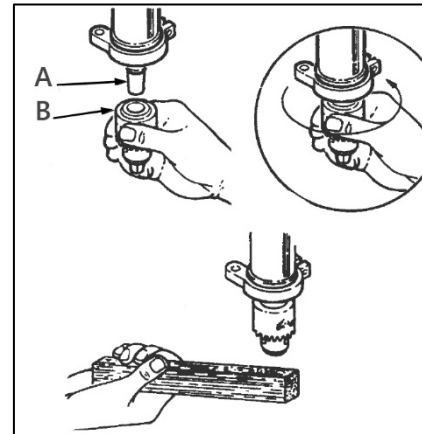

Рисунок 7.
Очистите конусное отверстие в патроне и шпindelь (A) (рис. 7) при помощи чистой ткани.